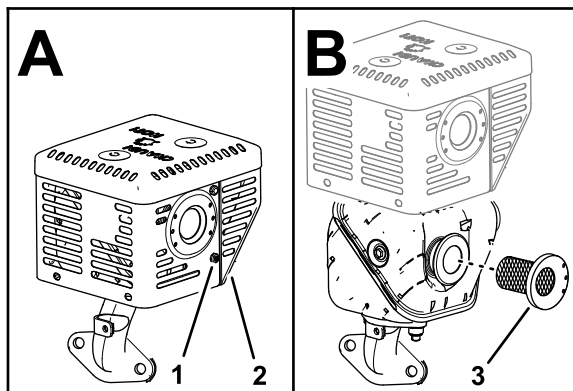

Figura 84
2. Retire los tornillos que sujetan el protector térmico al silenciador, y retire el protector térmico (Figura 84).
3. Retire la rejilla del parachispas y límpiela (Figura 84).
4. Monte la rejilla del parachispas en el silenciador (Figura 84).